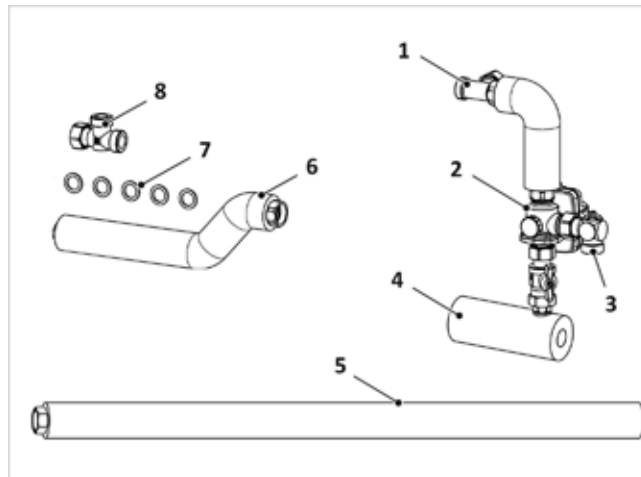
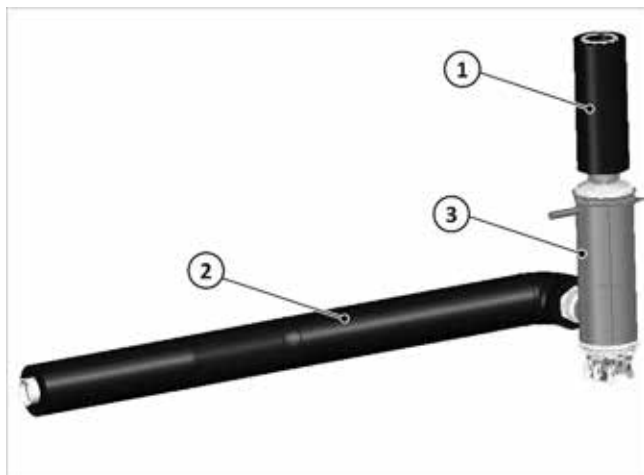

Fig. 2 : kit de montage vanne à 3 voies LM-WP
Fig. 7 : kit de conversion Max SL-7 (hydraulique)
3. Poser le tuyau de l'aller de la pompe de chaleur (5) vers la gauche ou vers la droite dans le passage des conduites. Serrer l'écrou-raccord en exerçant une force contraire.
4. **Valable uniquement pour SolvisLea Eco avec Solvis-Max Solo** : à la place du tuyau aller de la pompe de chaleur, monter le kit de conversion conformément à la ➔ fig. 7, p. 9 et envelopper la cartouche chauffante avec l'isolation auto-adhésive fournie.
5. Enfiler et fixer le capteur de température S14 fourni au niveau du coude (3) dans le doigt de gant.
En cas de combinaison du SolvisMax Solo avec SolvisLea Eco, la cartouche chauffante fournie en supplément dans le module de charge WP-SL doit être intégrée dans l'aller de la pompe de chaleur. Ce « kit de conversion Max-SL-7 » (→ fig. 7) remplace ici le « tuyau de raccordement WP-VL », voir → fig. 2 (5).
1. Procéder aux préparations du module de charge comme décrit dans le → chap. « Préparation du module de charge PC et WP-SL », p. 7 et, ce faisant, remplacer le « tuyau de raccordement WP-VL », cf. → fig. 2 (5) par celui de ce « kit de conversion Max-SL-7 » (→ fig. 7).